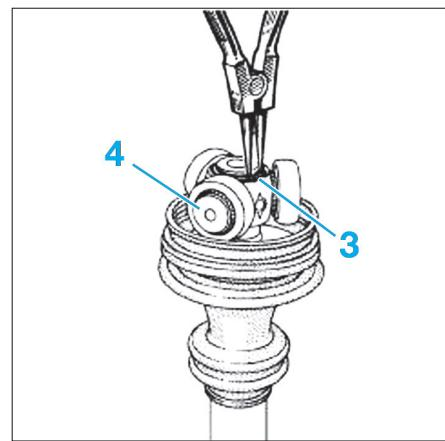

Fig. 8
- Déposer le circlip (3) en bout de transmission (**Fig.8**).
- Extraire le tripode (4) à la presse, en prenant appui sur un outil approprié.